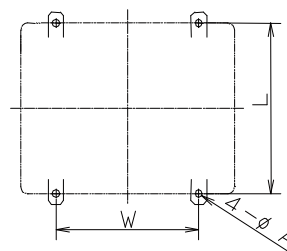

図3 取付け加工図
- 4) 取付け足の穴径、取付けピッチは図3、および表2を参照してください。